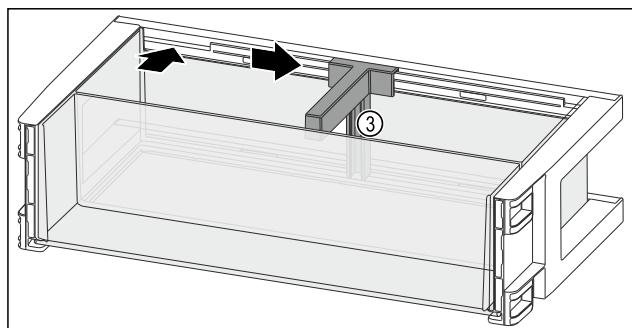

Fig. 99
- ▶ Vstavite držalo za steklenice Fig. 99 (3) v odprtino.
- ▶ Držalo za steklenice Fig. 99 (3) potisnite na stran do žele-nega položaja.